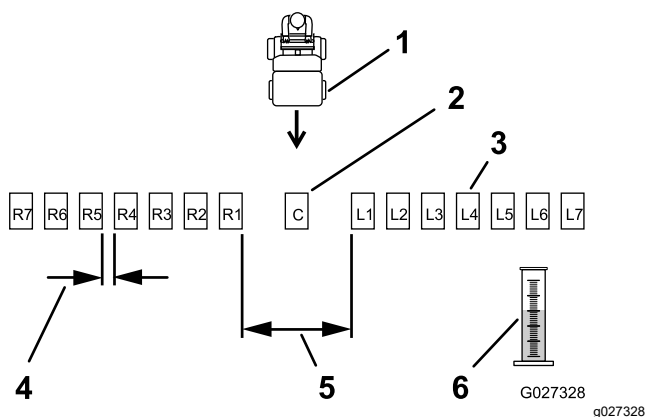
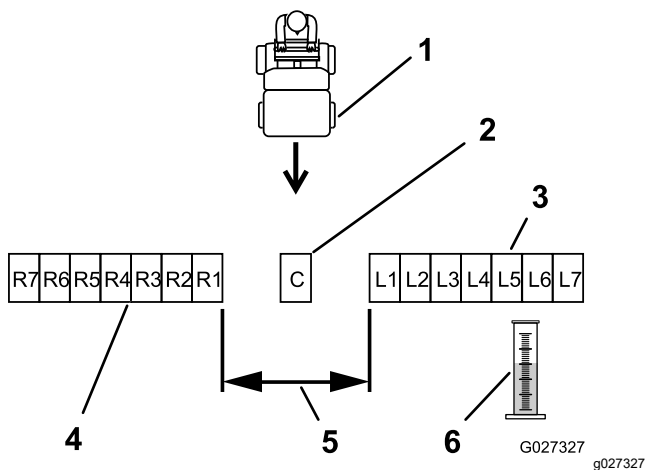

Figura 22
Figura 23
2. Coloque las bandejas restantes en línea recta, como se muestra en la Figura 22 o la Figura 23.
Coloque 6 bandejas más en cada lado, con 30 cm (12") entre ellas (Figura 22).
Coloque 6 bandejas adicionales en cada lado, sin espacio entre las bandejas (Figura 23).
6. Etiquete cada cilindro graduado según la bandeja de recogida correspondiente (por ejemplo, L2, L1, Centro, R1, R2...); consulte la Figura 22 y la Figura 23.